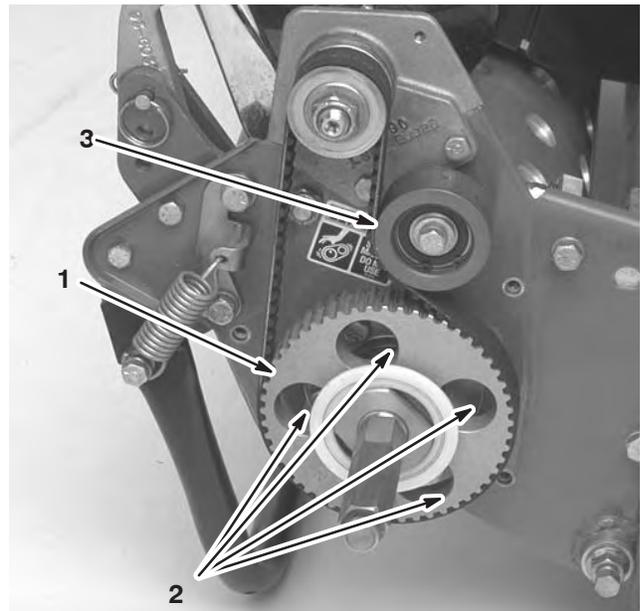

Bild 9
7. Drehen Sie die Antriebsscheibe, bis die Löcher mit den vier Bundscheiben des Walzenlagers ausgerichtet sind (Bild 9).
11. Stellen Sie die Riemen Spannung ein, und ziehen Sie die Befestigungsschraube der Spannscheibe an (Bild 9).